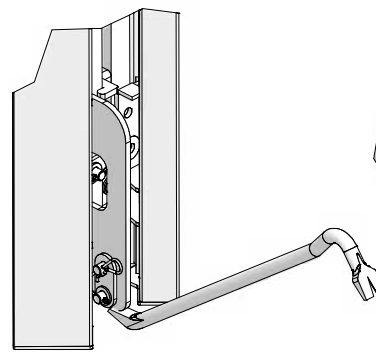
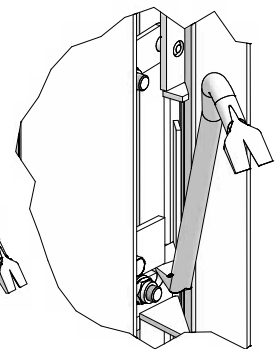

Abb. 54.3
Abb. 54.4
4. Ausschalecke wird mit dem Hebeisen aktiviert. Die Kniehebelstange wird dabei per Hebeisen nach oben gedrückt. Das Hebeisen kann unten am Punkt A (Abb. 54.3) oder in der Mitte bei Punkt B (Abb. 54.4) angesetzt werden. Dadurch wird die Schalung ohne Kraftaufwand von der Betonoberfläche gelöst.